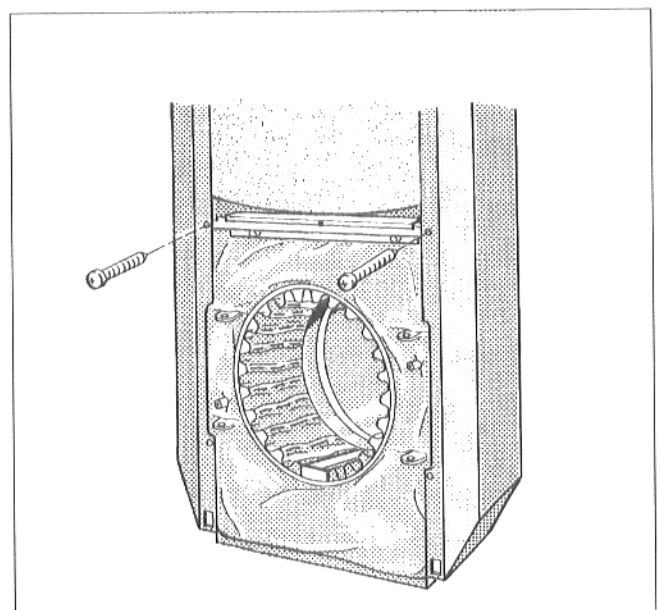

Abb. 10
- Seitenwände vorne und hinten mit Blechschrauben in der Traverse verschrauben (Abb. 10).